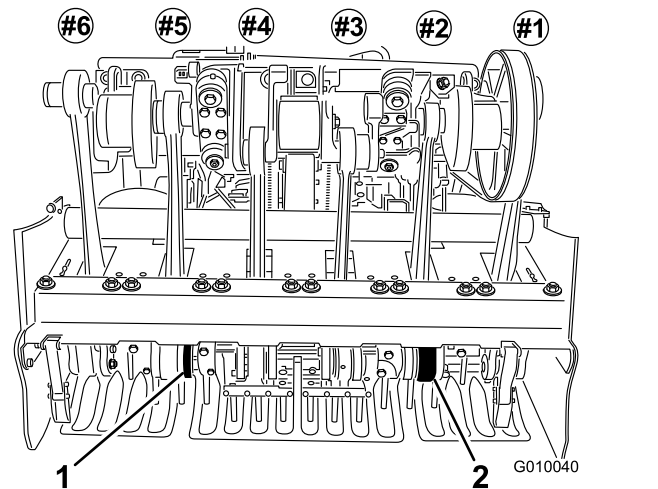

Рисунок 27
- Установите зубья в держатели зубьев № 2 и № 5 (Рисунок 27). Затяните болты.